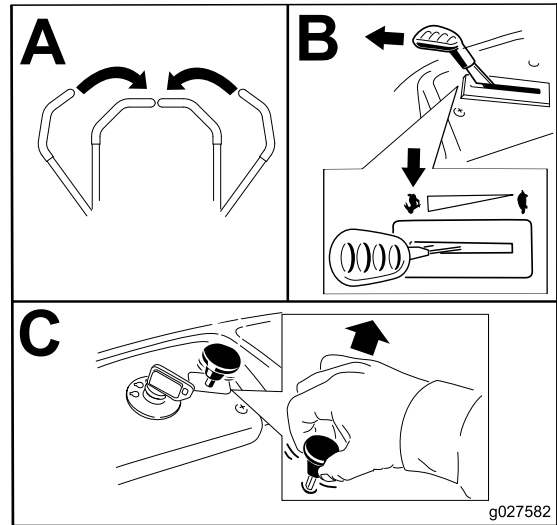

Figure 13
2. Placez la commande d'accélérateur en position HAUT RÉGIME (Figure 13).